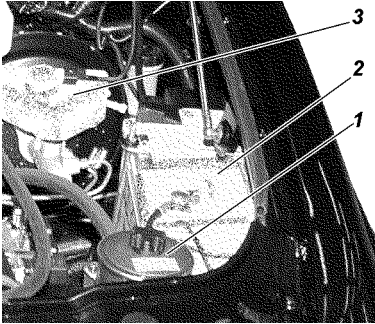

Рис. 9.22. Подкапотное пространство (фрагмент):
**Проверка уровня и смена масла гидроусилителя.** При проверке уровня масла в масляном баке 1 (рис. 9.22) передние колеса должны быть установлены прямо. Масло доливайте до уровня сетки заливного фильтра масляного бака или выше ее не более чем на 5 мм. Масло должно быть предварительно отфильтровано через фильтр с тонкостью фильтрации не более 40 мкм.
Уровень тормозной жидкости в бачке 3 (см. рис. 9.22) проверяется визуально по меткам, нанесенным на корпусе бачка, выполненного из полупрозрачной пластмассы. При снятой крышке и новых накладках тормозных механизмов уровень жидкости должен быть на метке "MAX". Если гидропривод тормозов исправен, понижение уровня жидкости в бачке связано с износом накладок колодок тормозных механизмов. Понижение уровня жидкости до метки "MIN" косвенно свидетельствует об их предельном износе. В этом случае необходимо вести непосредственный контроль за состоянием накладок, а доливать жидкость в бачок нет необходимости, т.к. при установке новых колодок уровень жидкости в бачке поднимается до нормального.